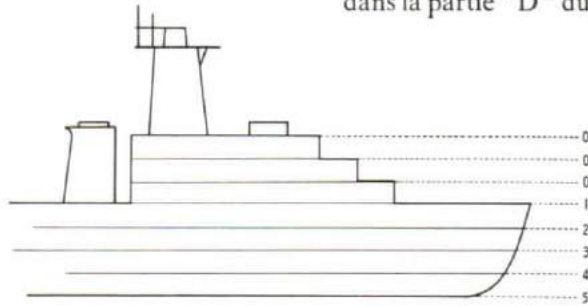
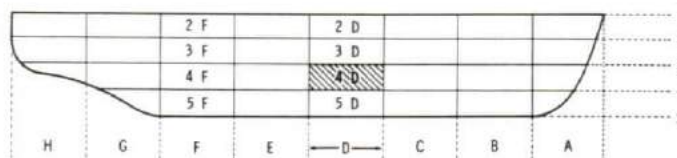

Figure 8-20
Figure 8-21
25. Starting at the weather deck, decks are numbered up and down as in Figure 8-20. Each section between watertight bulkheads is marked by a letter starting forward as is shown in Figure 8-21. So you can say that the space on deck number "4" in section "D" is called "4D".
25. A partir du pont découvert, les ponts sont numérotés, de haut en bas, comme l'indique la figure 8-20. Chaque section comprise entre deux cloisons étanches est marquée d'une lettre de l'alphabet, en commençant par l'avant, comme le montre la figure 8-21. Ainsi, on désignera par "4D" l'espace compris dans la partie "D" du pont numéro 4.